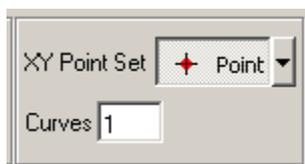

Рис. 8-9
1. В списке выбора **XY Point Set** выберите режим **Point** (Рис. 8-9).